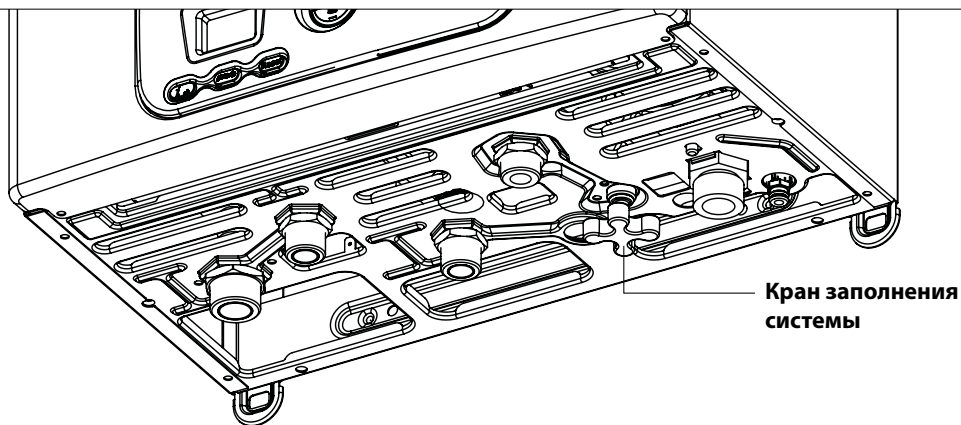

рис. 3
- открутить кран заполнения системы (рис. 3, 4 и 5) вращением против часовой стрелки с целью поступления воды в систему;